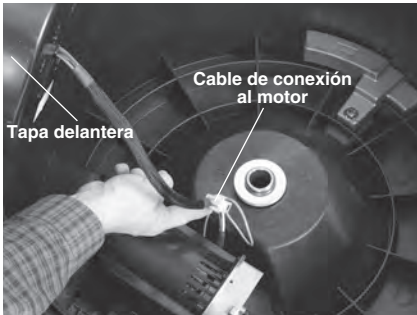

Figura 18 – Caja de la limpiadora, destapada
2. Con una llave hexagonal de 4 mm, afloje los sujetadores de la tapa delantera (quedan conectados a la tapa y el marco). Levante la tapa y desenchufe el cable de conexión al motor (Figura 18). Introduzca el cable a través del casquillo para ir metiéndolo en la máquina. Extraiga la tapa delantera.